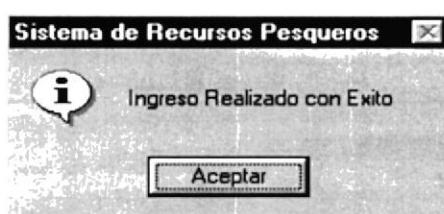

Figura 9.111 Mensaje de Ingreso
2. Si se guarda un requisito nuevo se mostrará el siguiente mensaje (ver figura 9.111).